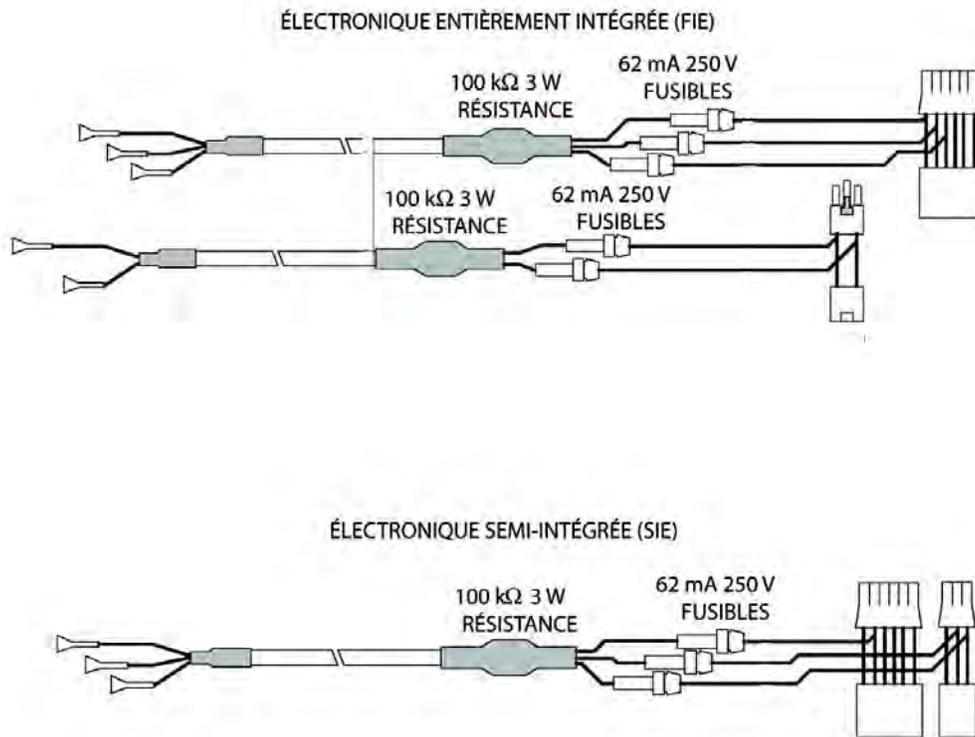

Figure 1 Faisceau d'essai de bus CC
5. Vérifiez l'intégrité des fusibles et des résistances dans le faisceau d'essai de bus CC à l'aide d'un multimètre réglé sur la résistance. Vérifiez chaque câble individuellement (cf. Figure 1). La résistance doit être approximativement de 100kΩ.